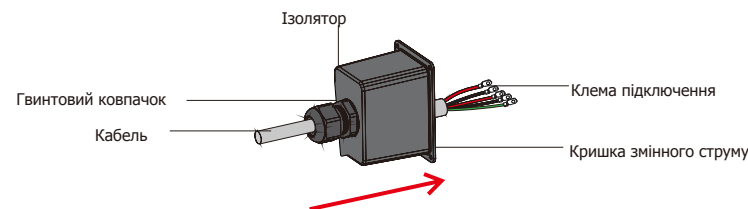

Рисунок 4.3-4 Кабель змінного струму проходить через кришку клеми
**Крок 2.** За допомогою клем у коробці з інструментами протягніть кабель змінного струму через кришку клем, див. рисунок 4.3-4.